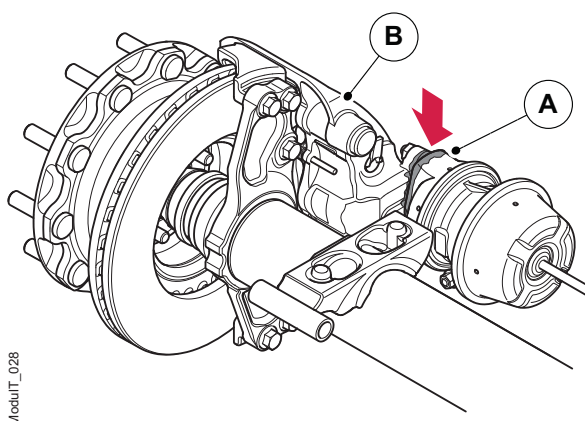

Figura 22. Superficies de acoplamiento de la cámara y la pinza de freno
2. Limpie a fondo alrededor de las superficies de acoplamiento de la cámara de freno (A) y la pinza (B) para asegurarse de que no entre suciedad en el mecanismo al desmontar la cámara de freno. Véase la figura 22.